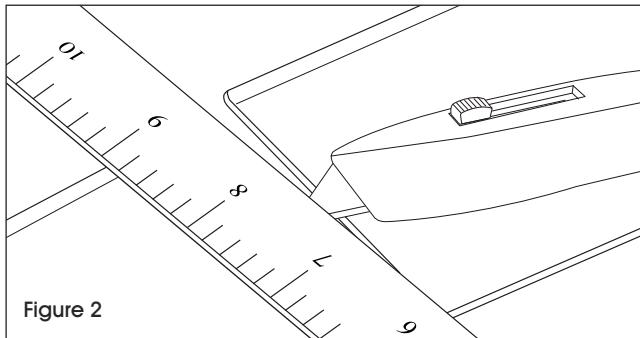

Figure 2
- Utilisez un couteau utilitaire à lame de rasoir pour couper, en allant de l'avant vers l'arrière. (Voir Figure 2)